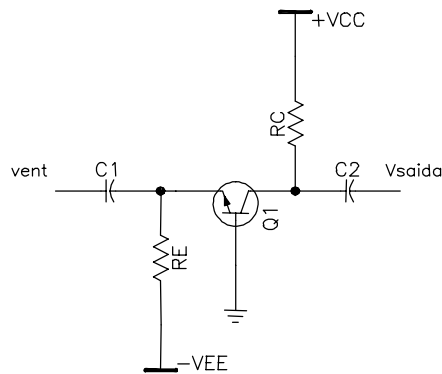

Figura 4-23
A Figura 4-23 mostra um amplificador em base comum (BC), a base é ligada ao referencial comum (terra). O ponto Q é dado pela polarização do emissor. Portanto a corrente cc do emissor é dada por